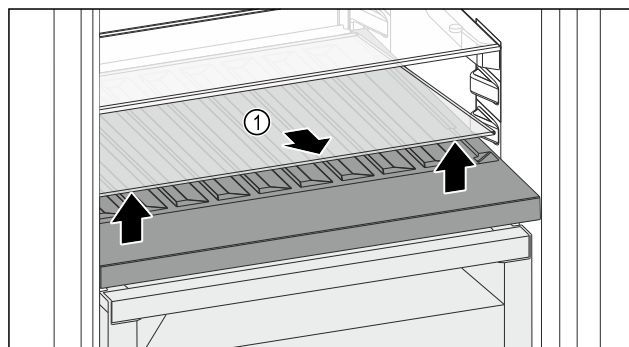

Fig. 108
- ▶ Приподнимите стеклянную пластину Fig. 108 (1) за выемку спереди и извлеките.
- ▶ Уложите стеклянную пластину Fig. 108 (1) на хранение вне устройства.